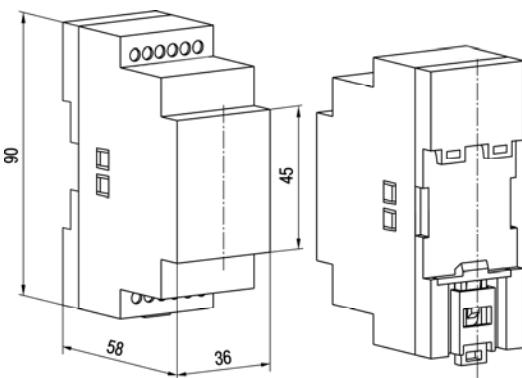

Рисунок 3.1 – Габаритный чертеж блока
3.2 Блок изготавливается в пластмассовом корпусе с креплением на DIN-рейку. Корпус блока состоит из двух частей – основания и передней крышки, соединяемых между собой при помощи защелок (см. рисунок 3.1).